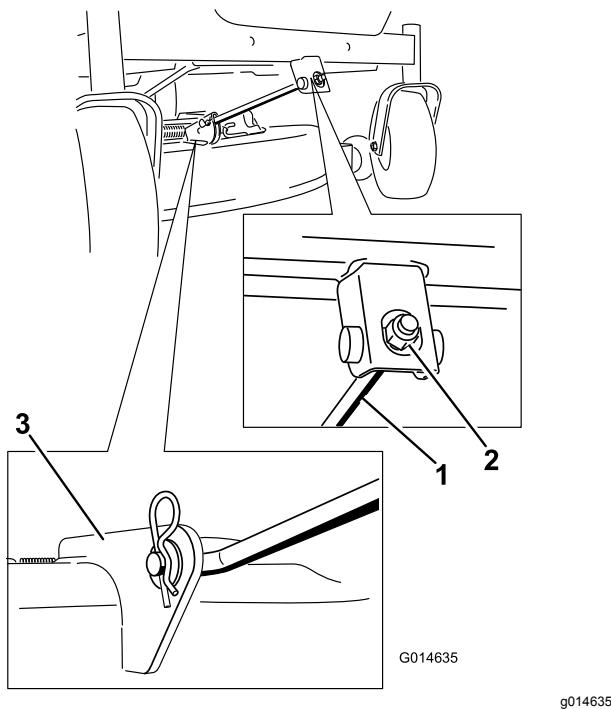

Bild 74
- Entfernen Sie den Splint von der vorderen Stützstange und nehmen Sie die Stange aus der Mähwerkhalterung (Bild 74).
6. Befestigen Sie die vordere Stützstange mit den Lastösenbolzen und Splints am Mähwerk (Bild 74).